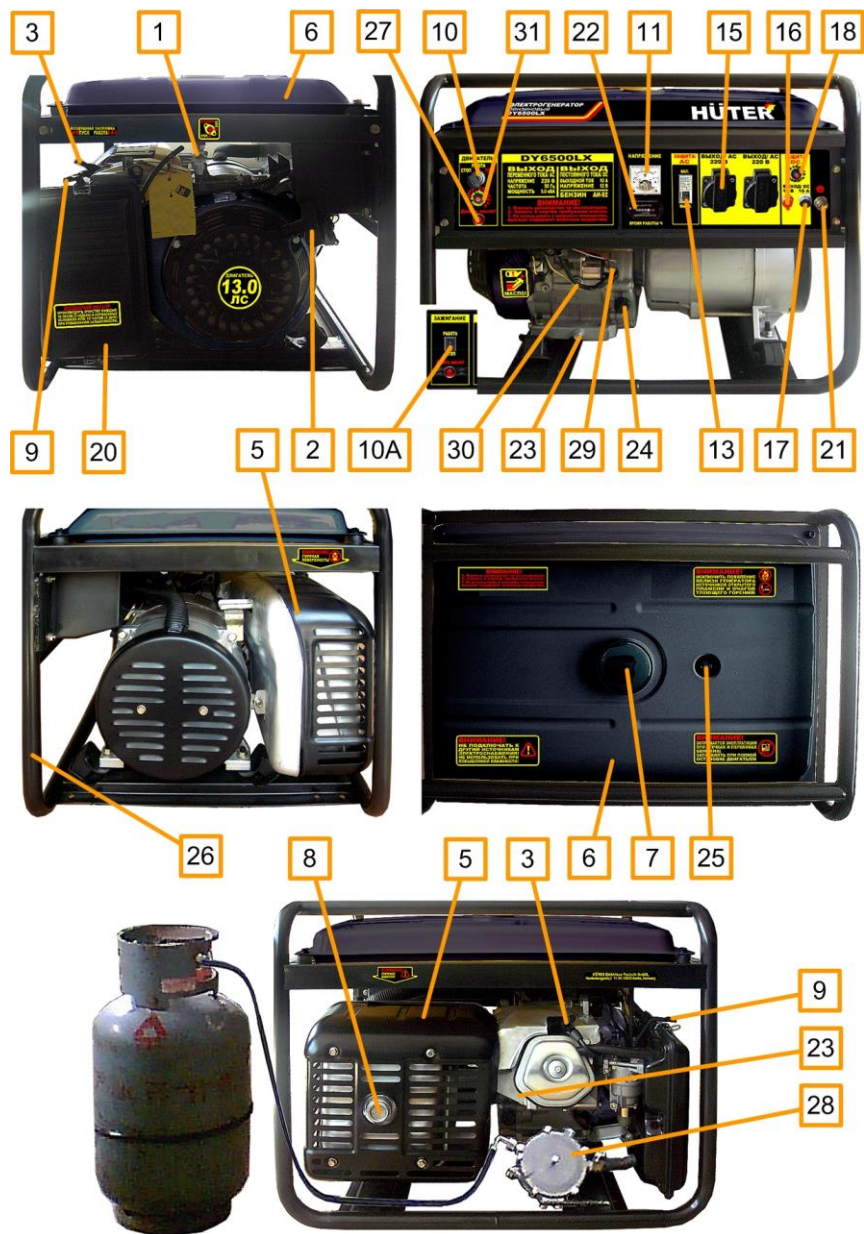
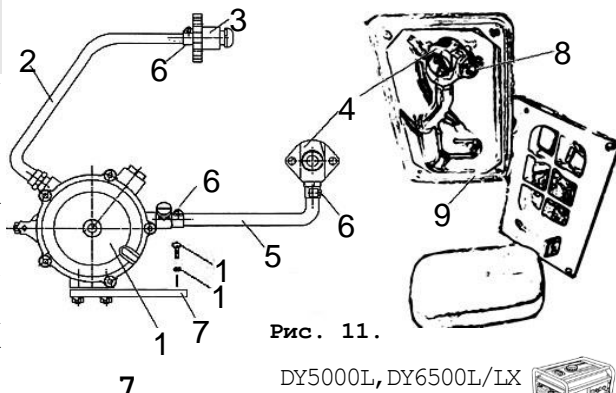

Рис. 1.
Рис. 11.
4.1. Перечень составных частей изделия (рис. 1).
5.3.1. Вывинтить шуп поз. 24 (рис. 1) и залить в картер масло соответствующего типа (таблица 2 п. 8) до нижнего края горловины. Вставить чистый сухой шуп в горловину картера и вынуть его. Проверить уровень масла: граница смоченной области шупа должна располагаться между отметками минимального и максимального уровней.
При установке генератора следует подключить к резьбовой клемме поз. 21 (рис. 1) проводник заземляющего устройства, удовлетворяющего требованиям раздела 10: «Обеспечение требований безопасности».
5.5.1. В качестве топлива используется бензин марки АИ-92, а также бытовой сжиженный баллонный газ: пропан и пропан бутан, в случае установки газовой системы питания поз. 28 (рис. 1), см. также рис. 11.
5.5.2. Газовый шланг высокого давления поз. 2 (рис. 11) укомплектован штуцером поз. 3 (рис. 11) для подключения к бытовому газовому баллону с резьбой: M22x1.5 LH. Допускается установка штуцера с параметрами в соответствии с требованиями Заказчика (Покупателя).
5.5.4. Установить лоток аккумуляторной батареи GG-H650-M22-E в соответствии с рис. М каталога запасных частей. Подключить провода аккумуляторной батареи поз. GB1 (Приложение 1) к клеммам поз. 29, 30 (рис. 1), строго соблюдая указанную полярность.
5.6.1. Отключить все потребители переменного тока от генератора, переведя рычаг автоматического выключателя поз. 13 (рис. 1) в отключенное положение «0», отсоединить потребители постоянного тока от клемм поз. 16, 17 (рис. 1).
5.6.2. При использовании бензина открыть топливный кран поз. 1 (рис. 1) при закрытом вентиле газового баллона, см. также рис. 3, или открыть вентиль газового баллона при закрытом топливном кране поз. 1 (рис. 1) в случае использования газа.
5.6.3. При использовании бензина перевести рычаг управления воздушной заслонкой поз. 9 (рис. 1) в крайнее левое положение при пуске холодного двигателя и в промежуточное положение при пуске прогретого двигателя. При использовании газа нажать на несколько секунд кнопку в центре регулятора поз. 1 (рис. 11) для заполнения впускной трубы газом, затем отпустить кнопку.
5.6.4. Перевести выключатель двигателя поз. 10, 10А (рис. 1) в отключенное положение «0» или «СТОП».
5.6.5. Плавно вытянуть до упора трос ручного стартера за ручку поз. 2 (рис. 1) и вернуть в исходное положение см. также рис. 2.
5.6.6. Перевести выключатель двигателя поз. 10, 10А (рис. 1) во включенное положение «1» или «РАБОТА».
больше, чем выше температура двигателя и окружающего воздуха при использовании бензина или повторить кратковременное нажатие кнопки регулятора при работе на газе, затем повторить пуск. Включение электрического стартера производится поворотом ключа выключателя поз. 10 (рис.1) в крайнее правое положение «ПУСК». Сразу после пуска двигателя отпустить ключ выключателя для обеспечения его самовозврата в среднее положение. При срабатывании защиты поз. 31 (рис. 1) нажать сброс после остывания автоматического выключателя.
5.6.8. При работе на бензине после прогрева двигателя в течение времени около 10–40 секунд, в зависимости от начальной температуры, перевести рычаг заслонки поз. 9 (рис. 1) в крайнее правое положение, если при этом двигатель работает неустойчиво вернуть рычаг заслонки поз. 9 в прежнее положение и обеспечить завершение прогрева.
5.6.9. Подключить к разъемам генератора потребители, соответствующие требованиям раздела 10: «Обеспечение требований безопасности». Полная (сумма активной и реактивной) мощность всех подключаемых потребителей в стационарном режиме не должна превышать значений номинальной мощности, указанных в Таблице 1 п. 3. Не допускается длительное превышение номинальной мощности более чем на 10% свыше номинального значения. Включить автоматический выключатель поз. 13 (рис. 1), установив его рычаг управления в положение «1».
5.7.1. При работающем генераторе отключить автоматический выключатель поз. 13 (рис. 1), отсоединить потребители постоянного тока от клемм поз. 16, 17 (рис. 1).
5.7.2. Перевести выключатель двигателя поз. 10, 10А (рис. 1) в отключенное положение «0» или «СТОП».
5.7.3. Закрыть топливный кран поз. 1 (рис. 1), см. также рис. 4, закрыть вентиль газового баллона.
6.1. Наличие и величина напряжения переменного тока индицируется и измеряется вольтметром поз. 11 (рис. 1).
6.2. Причиной отсутствия напряжения при работающем генераторе может служить срабатывание автоматических выключателей защиты цепей от перегрузки поз. 13, 18 (рис. 1). В этом случае следует устранить причину